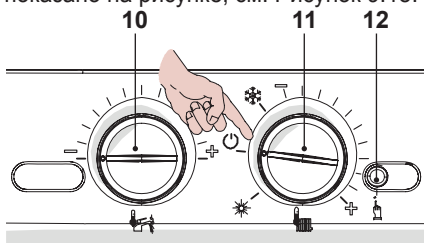

Рисунок 9.18
- Чтобы выйти из режима программирования, установите переключатель 11, как показано на рисунке, см. Рисунок 9.18.